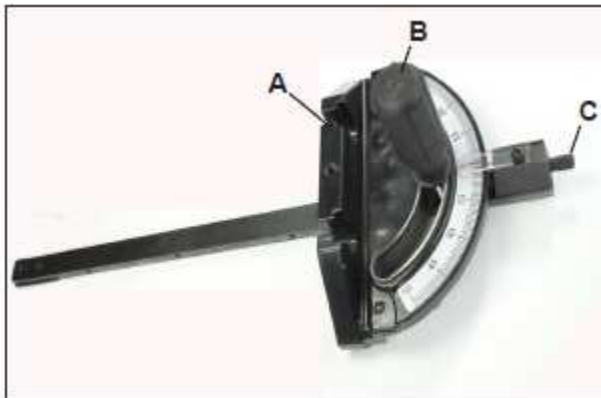

Рис. 36
3. Для поворота к следующему ограничителю вытянуть шток (рис. 36, С), повернуть корпус приспособления, затем вставить шток обратно и продолжить вращение корпуса приспособления до упора на следующем ограничителе.